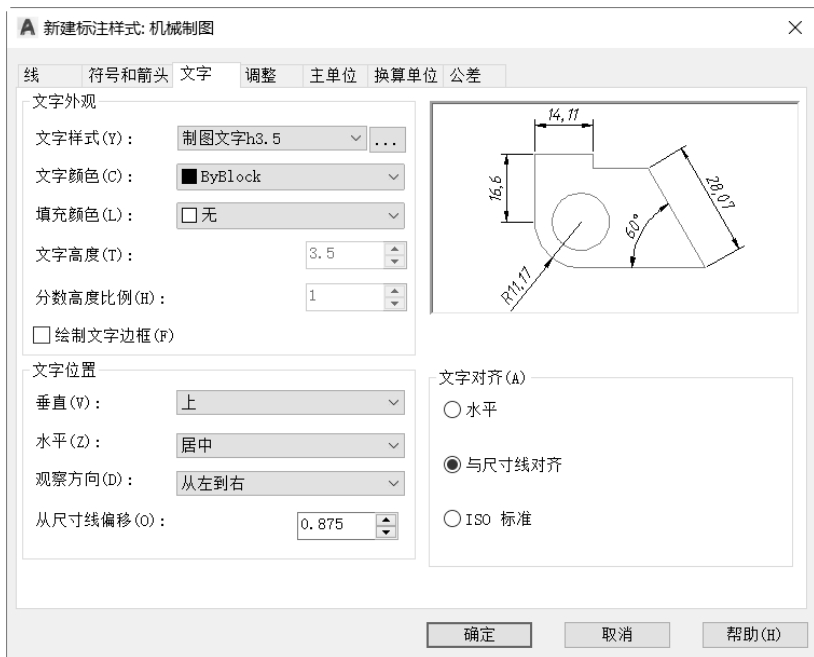

图 8-6 设置标注样式的文字
❹ 切换至“文字”选项卡,从“文字样式”下拉列表框中选择“制图文字 h3.5”文字样式,从“文字对齐”选项组中选择“与尺寸线对齐”单选按钮,在“文字位置”选项组中分别设置垂直、水平和观察方向选项,设置“从尺寸线偏移”值为“0.875”,如图 8-6 所示。